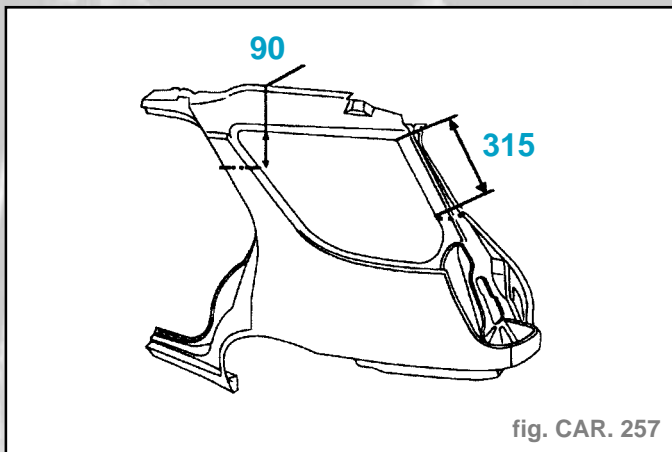

fig. CAR. 257
- Tracer, puis découper à l'aide d'une meule épaisseur 1 mm (coupe définitive) (fig. CAR. 257).